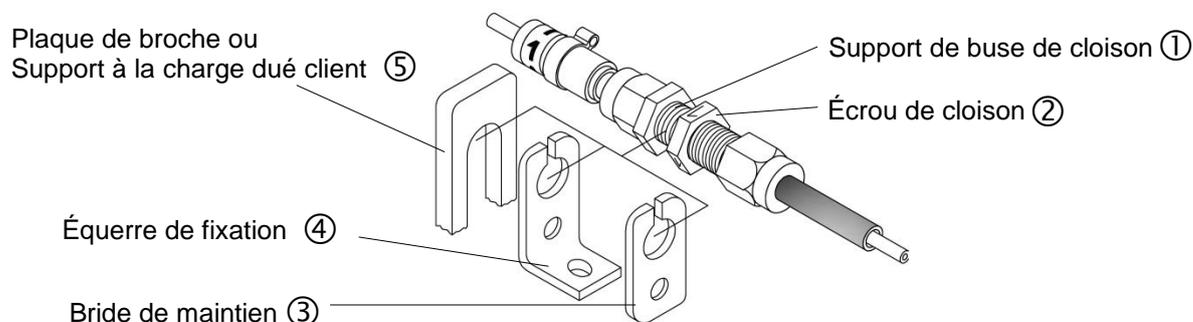

Fig. 5 : Support de la buse de cloison
4.5 Le support de buse de cloison (fig. 5 ① M10x1, longueur de serrage $s \leq 10$ mm) est fixé par l'écrou de cloison (fig. 5 ②) à proximité du lieu d'utilisation , p. ex. dans une plaque de broche (fig. 5 ⑤ à la charge du client) ou fixé par une bride de fixation (fig. 5 ③ option) ou une équerre de fixation (fig. 5 ④ option), de sorte que la buse puisse être orientée de manière optimale en termes de direction et avec une distance aussi faible que possible par rapport au point de lubrification ou au point de demande (p. ex. sur l'outil) (consulter SPÉCIFICATIONS TECHNIQUES « Support de buse » et « Application du film de lubrification », à part).